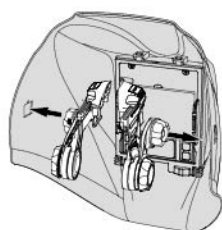

fig.12
- Faça corresponder cada adaptador ao lado correto do invólucro do capacete (ver fig. 12).